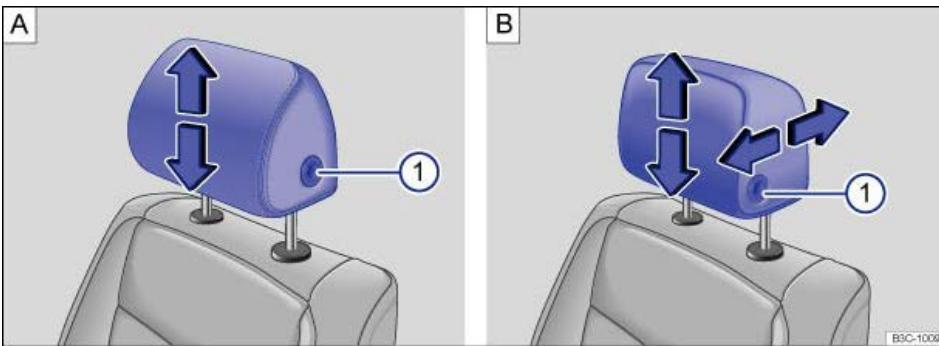
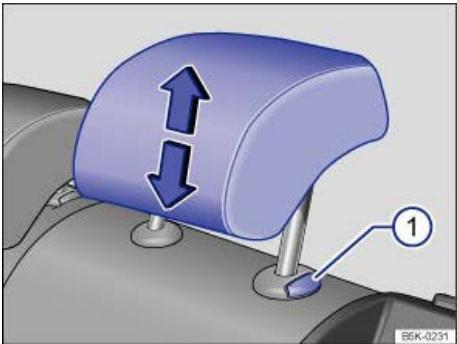

Abb. 62 Kopfstütze vorn einstellen: Ohne Verstellmöglichkeit in Längsrichtung, mit Verstellmöglichkeit in Längsrichtung.
Abb. 63 Kopfstütze hinten einstellen.
- Kopfstütze in Pfeilrichtung nach oben oder bei gedrückter Taste => **Abb. 62(1)** bzw. => **Abb. 63(1)** nach unten schieben => **⚠️**.
- Kopfstütze in Pfeilrichtung nach vorn oder bei gedrückter Taste => **Abb. 62** **(1)** nach hinten schieben.